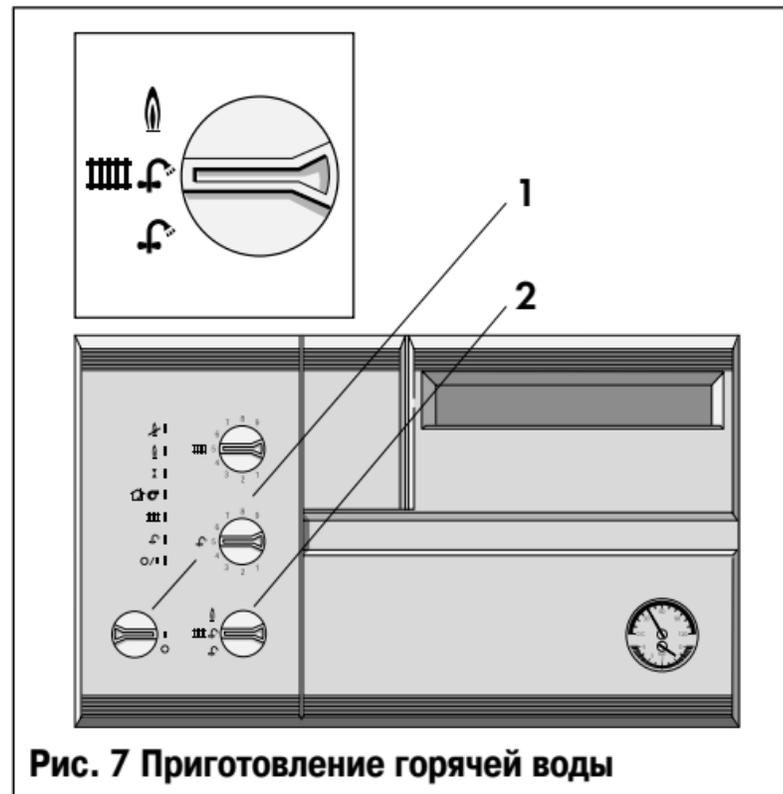

Рис. 7 Приготовление горячей воды
- Для включения аппарата VUW в режиме приготовления горячей воды просто поверните главный выключатель (1, рис. 7) в положение I “Включено”. При этом загорится нижний зеленый СДИ “Сеть” (подробнее о световой индикации см. на стр. 22).
После этого аппарат будет находиться в режиме готовности к приготовлению горячей воды в любом положении переключателя режимов работы (2, рис. 7).